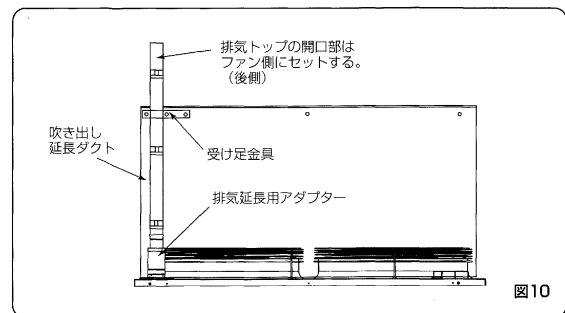

図10
⑥ 吹き出し延長ダクト設置時のご注意
- 受け足金具を使用する場合は、例として図10を参照してください。